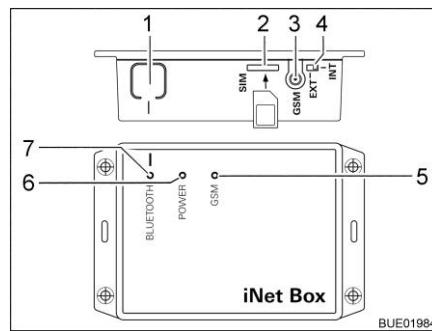

Bild 240 Truma iNet-Box
- Tryck in knappen BLUETOOTH (Bild 240,1) på iNet-Box i 1 sekund. Truma iNet-Box förblir synlig i ungefär 2 minuter i mobil terminalenheten (Namn: "Truma iNet-Box"). Under denna tidsrymden, blinkar den blå lysdioden BLUETOOTH (Bild 240,7).
- Skjut försiktigt in mini-SIM-kortet med ett telefonnummer och tillräckligt med kredit, i kortutrymmet i Truma iNet-Box, enligt beskrivningen (Bild 240,2) tills det hakar fast. Den röda lysdioden GSM (Bild 240,5) ska blinka kontinuerligt. När den röda lysdioden tänds efter 20 sekunder: Testa mini-SIM-kortet.